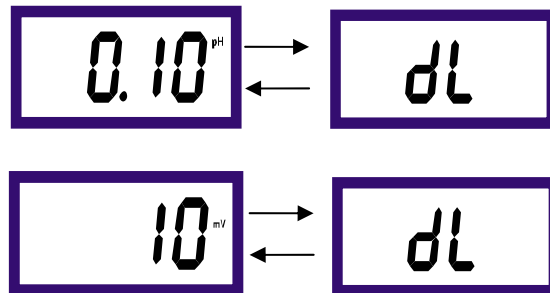

图 7-16
1、仪表在测量状态时按 4 次 REL 键，仪表的迟滞量数值将跳闪，显示如图 7-16 所示：